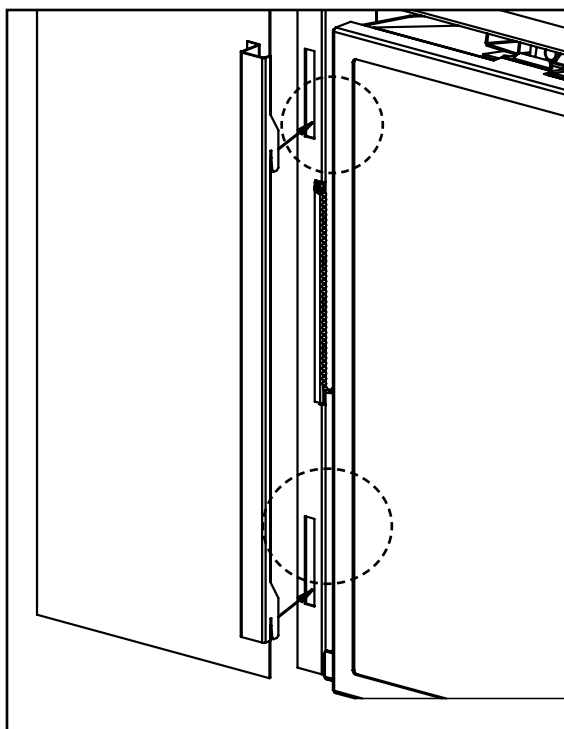

Figure 36: Support pour panneau installé et emplacement de la broche
2. Installez le panneau ajustable en sécurisant les quatre crochets sur les emplacements correspondants qui sont sur le front de l'unité E44 (voir Figures 36 et 37)